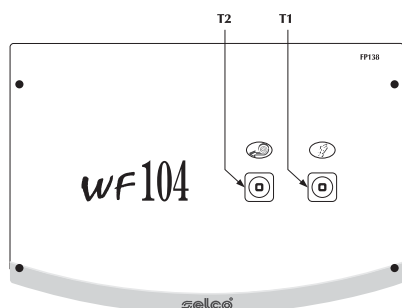

Fig. 18
- 1) Conecte el conector (Fig.18) de la pinza de masa a la toma positiva (+) del generador.